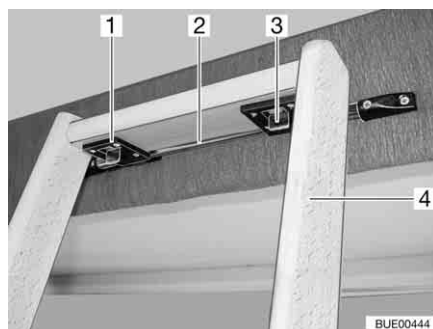

Fig. 101 Échelle de montée, dispositif de verrouillage
- Accrocher l'échelle de montée (Fig. 101,4) par les deux crochets (Fig. 101,1) à la barre (Fig. 101,2) du cache du lit escamotable.
- Pousser les deux dispositifs de verrouillage (Fig. 101,3) vers l'avant.